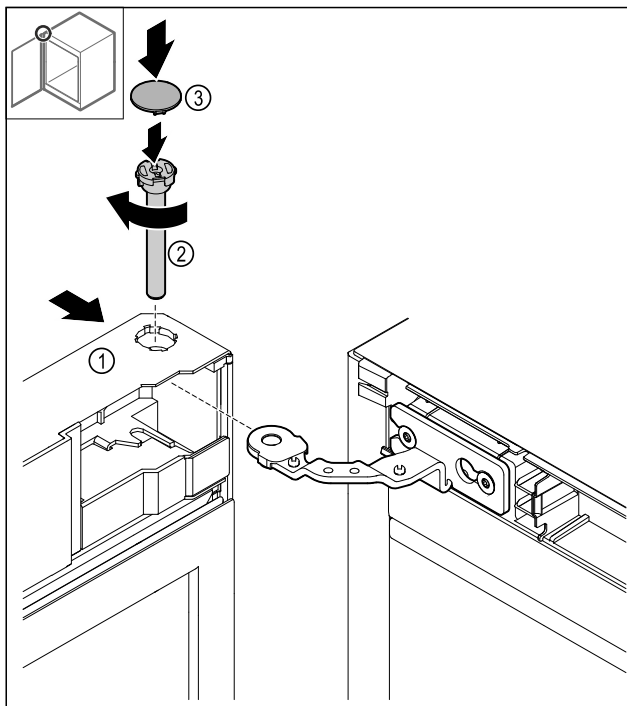

Fig. 47
- Ωθήστε την πόρτα Fig. 47 (1) επάνω στον μεντεσέ.
- Τοποθετήστε τον πείρο Fig. 47 (2) και σφίξτε τον δεξιό-στροφα.
- Τοποθετήστε το κάλυμμα Fig. 47 (4).